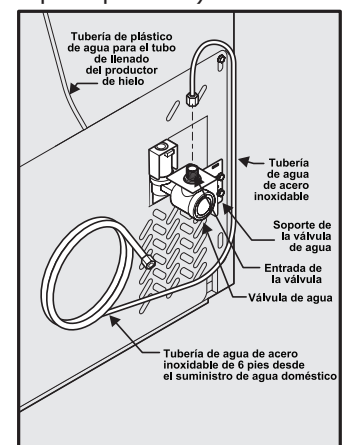

Figura 2
5. **Si usa tuberías de acero inoxidable:** la tuerca y la férula ya están armadas en la tubería. Deslice la tuerca de compresión hacia dentro de la entrada de la válvula y apriete manualmente la tuerca de compresión sobre la válvula. Apriete otra media vuelta con una llave; NO apriete en exceso. Ve a la Figura 2.